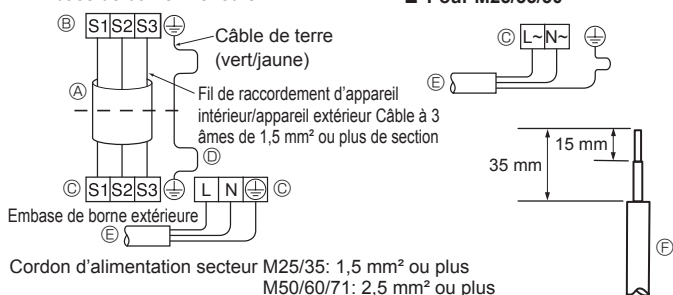
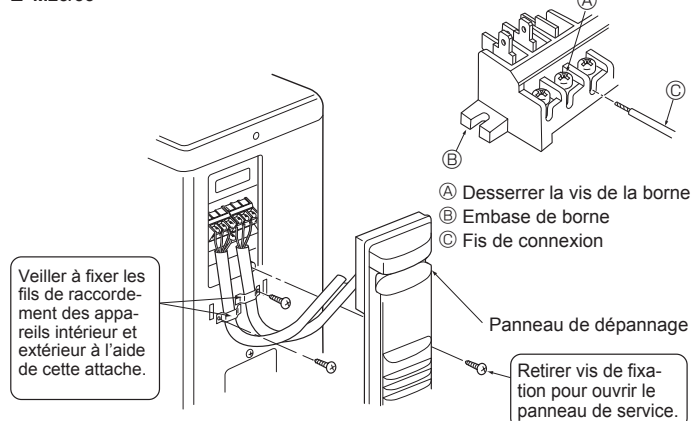
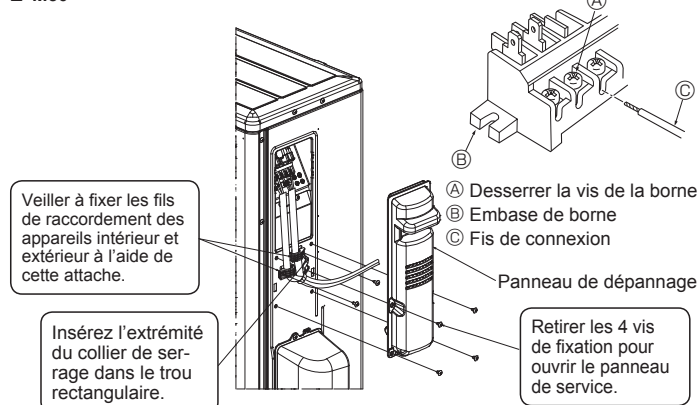

Fig. 6-2
Fig. 6-3
Fig. 6-4
6.1. Appareil extérieur (Fig. 6-1, Fig. 6-2, Fig. 6-3, Fig. 6-4, Fig. 6-5)
- ① Déposez le panneau de service.
- ② Raccordez les câbles conformément aux Fig. 6-1, Fig. 6-2, Fig. 6-3, Fig. 6-4 et Fig. 6-5.
- Effectuez le câblage selon le diagramme en bas et à gauche. (Veuillez vous procurer le câble localement) (Fig. 6-2)
- ① Câble de connexion
- ② Embase de borne intérieure
- ③ Embase de borne extérieure
- ④ Posez toujours un câble de mise à la terre plus long que les autres câbles.
- ⑤ Cordon d'alimentation
- ⑥ Fis de connexion